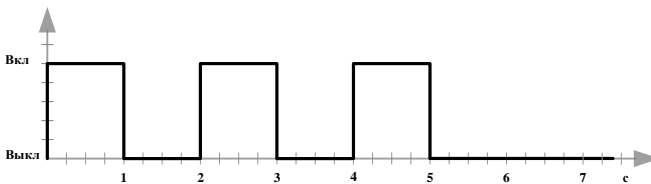

Рис. 8. Индикация успешной смены сервисного кода
8. Ввод символа "\*" (звёздочка) для выхода из режима смены сервисного кода. При успешной смене сервисного кода светодиод мигнёт 3 раза, с интервалом в 1 сек. (рис. 8).
В подтверждение выхода из режима смены кодов пользователей светодиод мигнёт 3 раза (рис. 8).